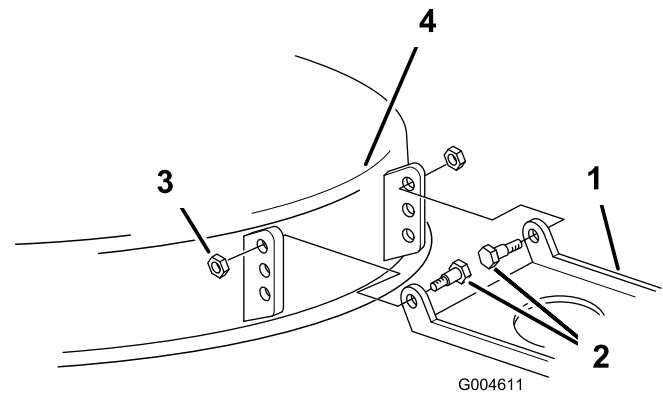

Bild 49
18. Hvis du ikke kan opnå en hældning på 6-16 mm på plæneklipperens forende ved at dreje justeringsmøtrikken, skal du flytte plæneklipperens drejebeslag (Bild 49).
19. Afmonter ansatsboltene og låsemøtrikkerne fra plæneklipperen (Bild 49).
20. Sænk plæneklipperens drejebeslag et hul, og monter ansatsbolte og låsemøtrikker (Bild 49).